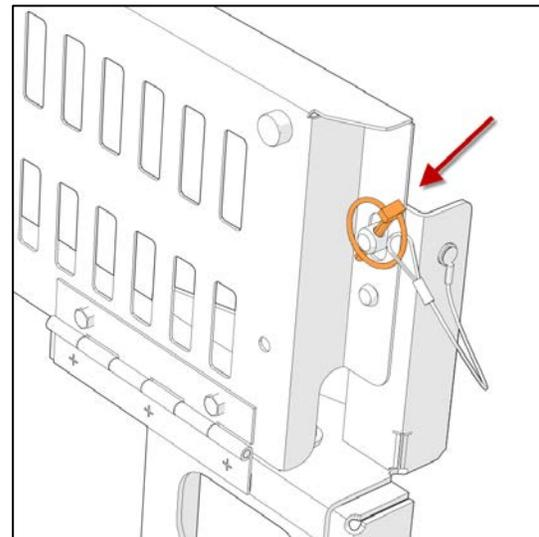

FIGURE 11
11. S'assurer que le garde est relevé et verrouiller en place avec les goupilles de blocage (2) tels que montrées sur la Figure 11.